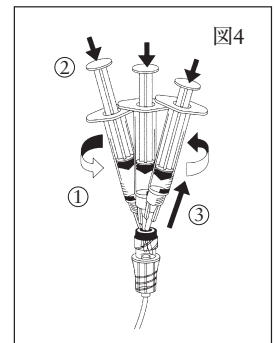

図4
- 薬液、輸液、血液製剤投与後、又採血後のフラッシュは、フラッシュ効率を上げる為に、下記の手順に従って確実にすること（図4参照）。
①ニードルレス カニューラの先端を回しながら、②フラッシュ溶液を注入し、③注入を維持したままニードルレス カニューラを垂直に引き抜く。